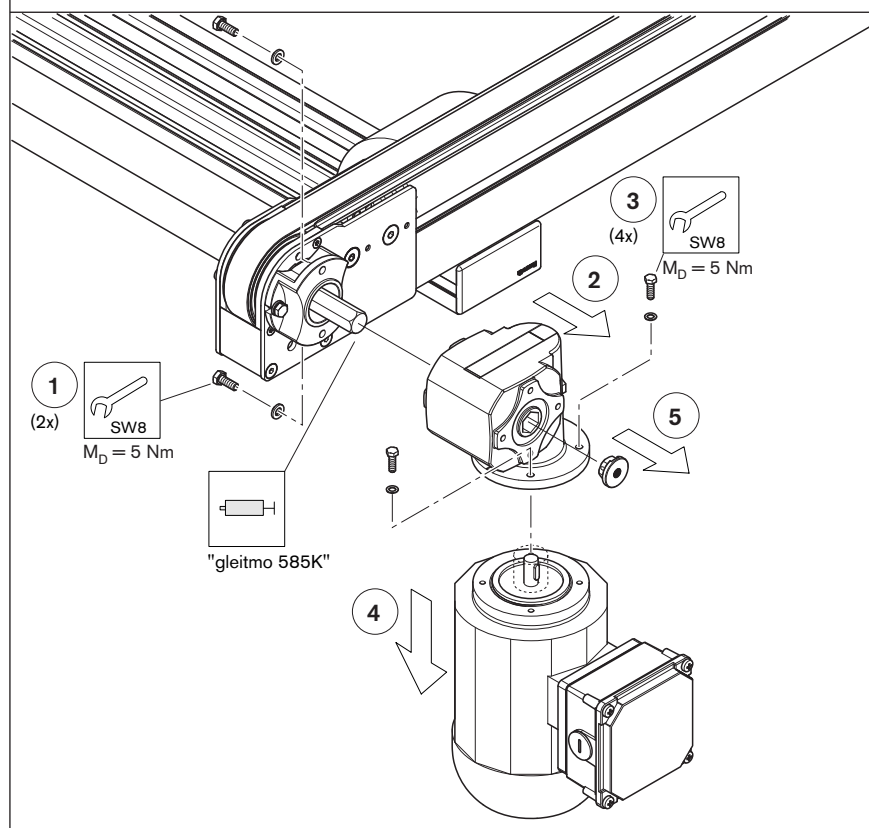

Fig. 20
- Fréquencesmètre (C) avec tête de capteur (B) pour mesure de la tension de courroie.
- 2 goupilles $\varnothing 4 \times 40$ mm (A).
Soulevez la courroie du profilé de guidage, insérez deux goupilles $\varnothing 4$ mm (A) entre la courroie et le profilé de guidage (voir « Fig. 20 »).